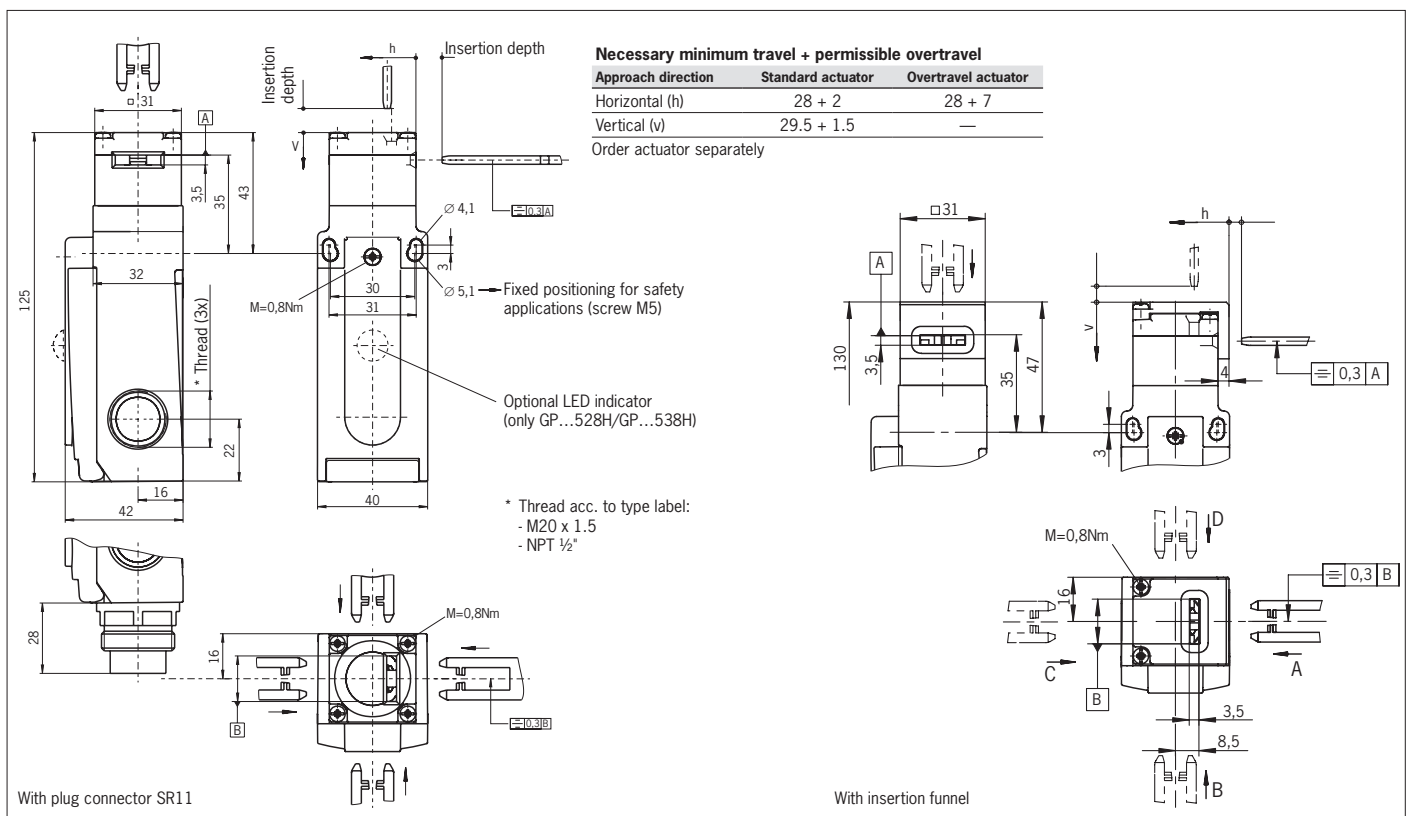

Figure 4: Dimension drawing for GP...
- ▶ Veillez à sélectionner l'élément d'actionnement correct (voir tableau de la Figure 4).